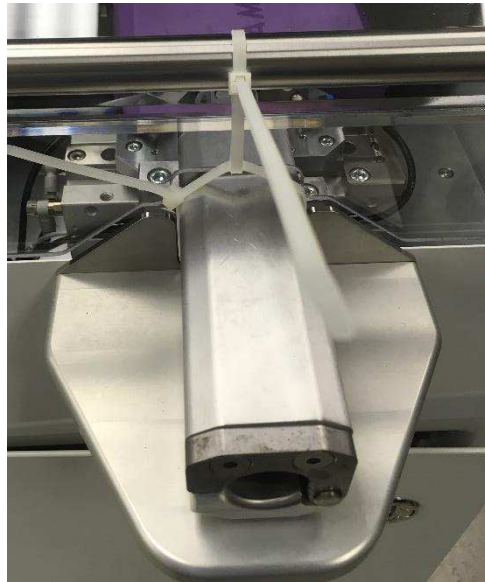

Abbildung 52
- (2) Entfernen Sie die Kabelbinder, welche die obere Abdeckung in Position halten (siehe Abbildung 52).